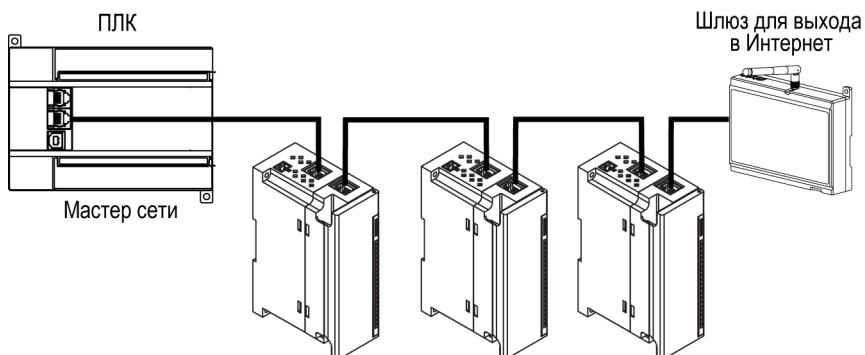

Рисунок 5.12 – Подключение по схеме «Цепочка»
- «Цепочка» /«Daisy-chain» (рисунок 5.12).